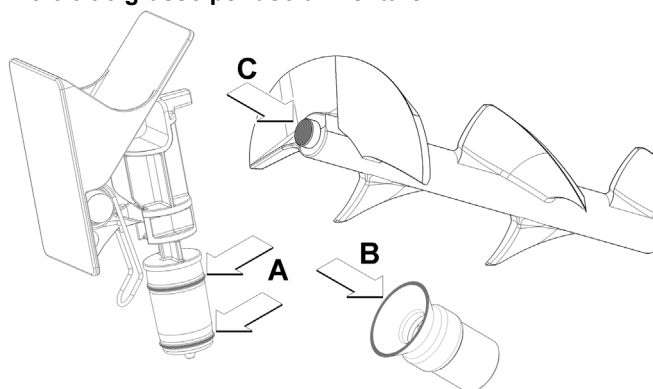

figura 24
- 2 Lubrificare il pistone rubinetto, l'innesto per il raschiatore e la parte anteriore del raschiatore nei punti indicati in figura 24 utilizzando esclusivamente il grasso in dotazione con la mac-